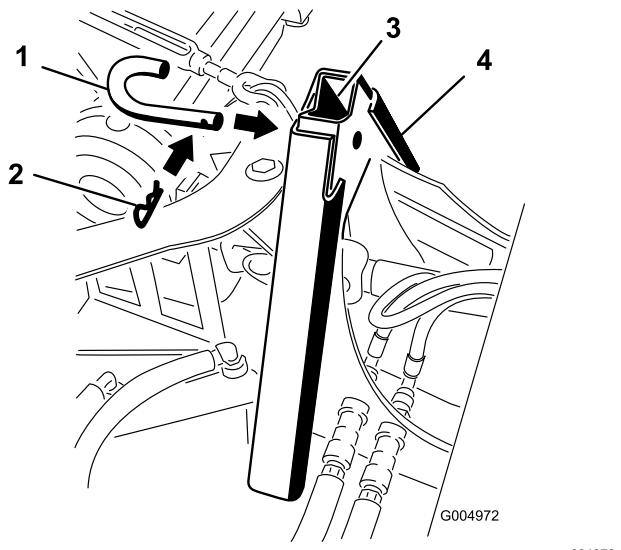

Figura 99
- Acople los adaptadores de montaje con el pasador de acoplamiento y la chaveta, como se indica en la Figura 99.